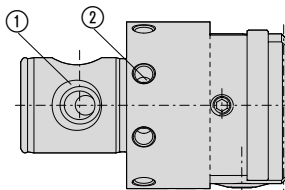

Fig. 1
- Du côté machine, l'outil est équipé d'un attachement Wohlhaupter **MULTI** ① (Fig. 1).
- Équilibrage manuel possible via les taraudages ② du corps de l'outil.